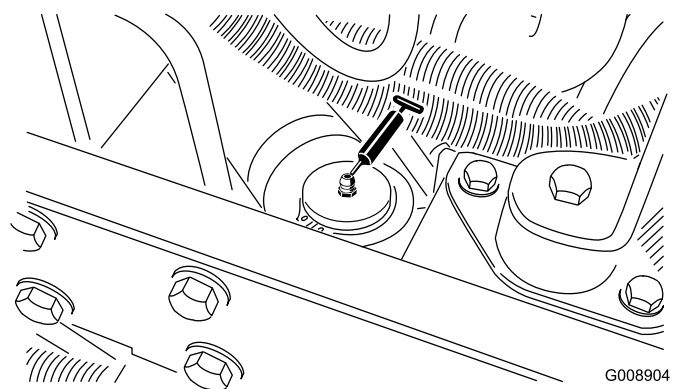

Figura 69
- Cilindro di sterzo (Figura 69)